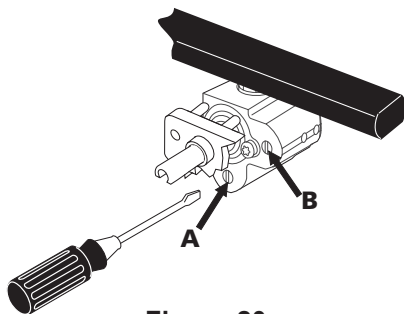

Figure 20
e. La dimension de la flamme de la portion interne du brûleur ou de la portion arrière du brûleur pont peut être augmenter ou diminuer en tournant la vis A. Utilisez la vis B pour régler la dimension de la flamme de la portion externe du brûleur double ou de la portion centrale du brûleur pont. (Figure 20). Tournez la vis dans le sens anti-horaire pour augmenter la dimension de la flamme et dans le sens horaire pour la diminuer. Ajustez la dimension de la flamme jusqu'à ce que vous puissiez tourner rapidement le bouton de LITE à la plus basse position (LOW) sans éteindre la flamme. Celle-ci devrait être aussi minuscule que possible sans s'éteindre.